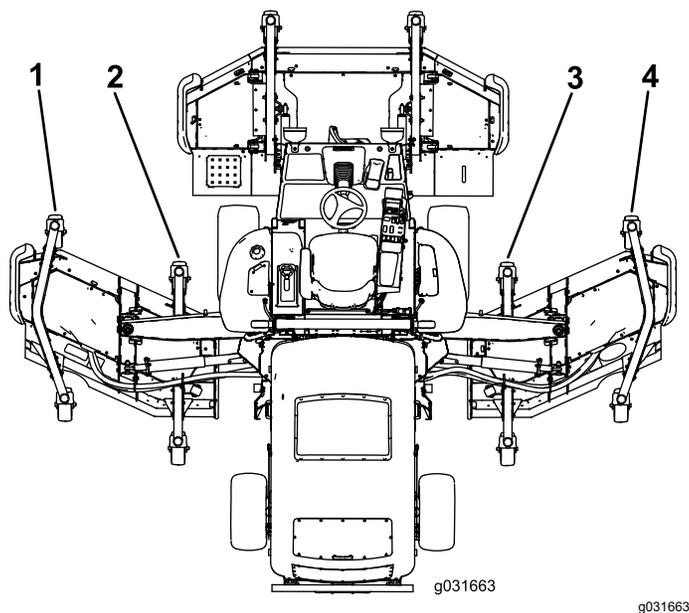

Figure 29
- Si le bord intérieur de l'unité de coupe latérale est trop élevé par rapport au bord extérieur de l'unité de coupe avant, retirez une cale au bas du bras de la roue pivotante intérieure avant de l'unité de coupe latérale (Figure 28 et Figure 29).
- Si le bord intérieur est encore trop élevé, retirez une cale supplémentaire au bas du bras pivotant intérieur avant et une cale du bras pivotant extérieur avant de l'unité de coupe latérale (Figure 28 et Figure 29).
- Si le bord intérieur de l'unité de coupe latérale est trop bas par rapport au bord extérieur de l'unité de coupe avant, ajoutez une cale de 3 mm ( $\frac{1}{8}$  po) au bas du bras pivotant intérieur avant de l'unité latérale (Figure 28 et Figure 29).